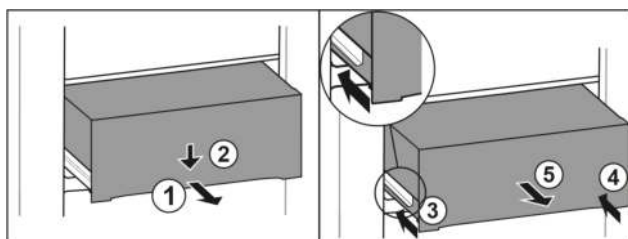

Fig. 122
- Schubfach halb herausziehen. Fig. 122 (1)
- Schubfach an der Vorderseite nach unten drücken. Fig. 122 (2)
- Linke Schiene etwa 2 cm einschieben. Fig. 122 (3)
- Rechte Schiene etwa 2 cm einschieben. Fig. 122 (4)
- Schubfach nach vorne entnehmen. Fig. 122 (5)